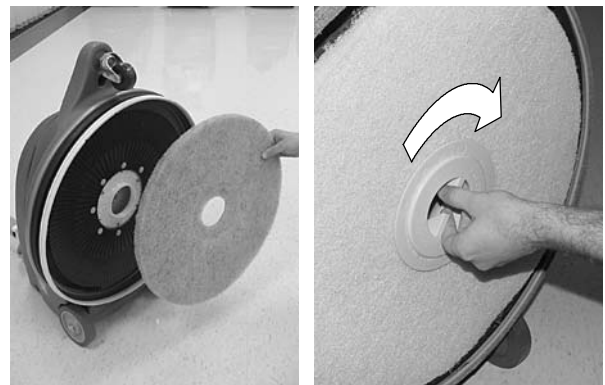

ABB. 2
4. Entfernen Sie den Kunststoff- Verschlussring vom Polierscheibenantrieb. Bringen Sie die Polierscheibe am Polierscheibenantrieb an und sichern Sie sie, indem Sie den Verschlussring nach links drehen (Abbildung 2).